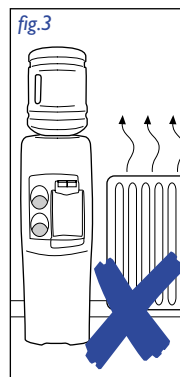

fig.3
- X** ne pas le placer à proximité d'une source de chaleur (voir Fig. 3 et 4).